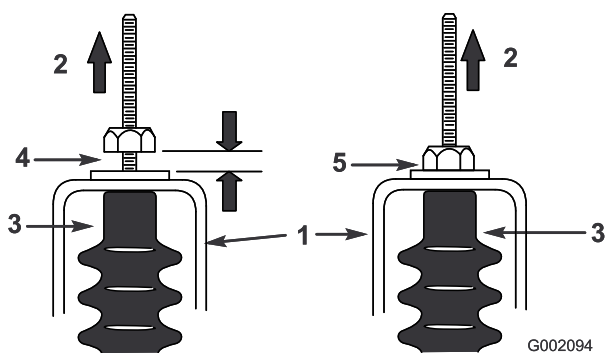

Рисунок 68
5. Потяните вверх каждый трос переключения передач, чтобы убедиться в наличии зазора от 0,76 до 1,52 мм между гайкой/шайбой и кронштейном нейтрали (Рисунок 68).